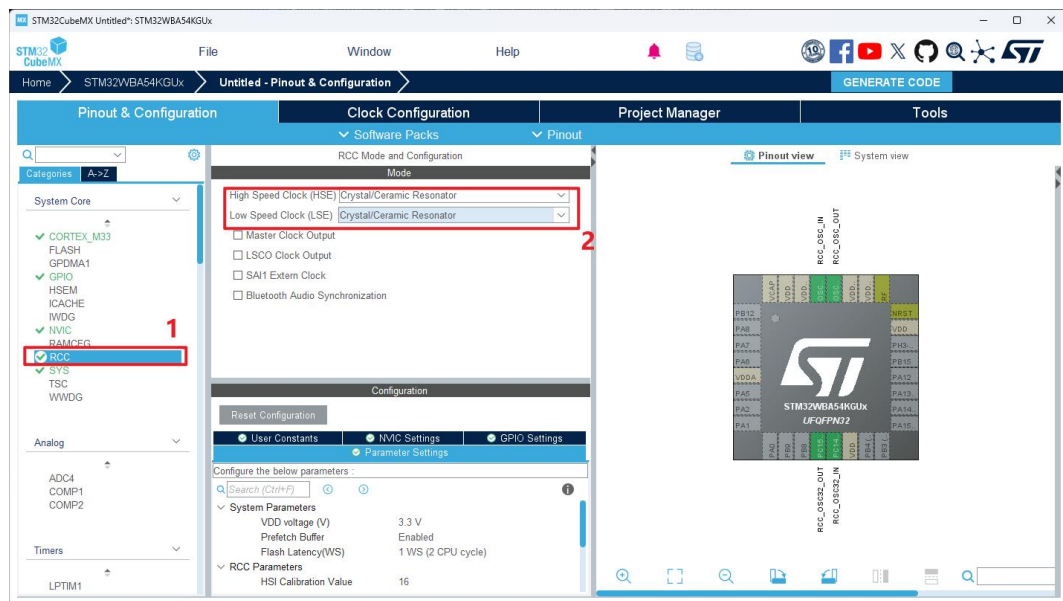

图 5.4
4. 配置时钟系统。进入 STM32CubeMX 配置界面之后，如图 5.4 所示，使用快捷键 (Alt+X) 展开全部选项，然后点击“序号 1”，再在“序号 2”选择框中都选择 Crystal/Ceramic Resonator。